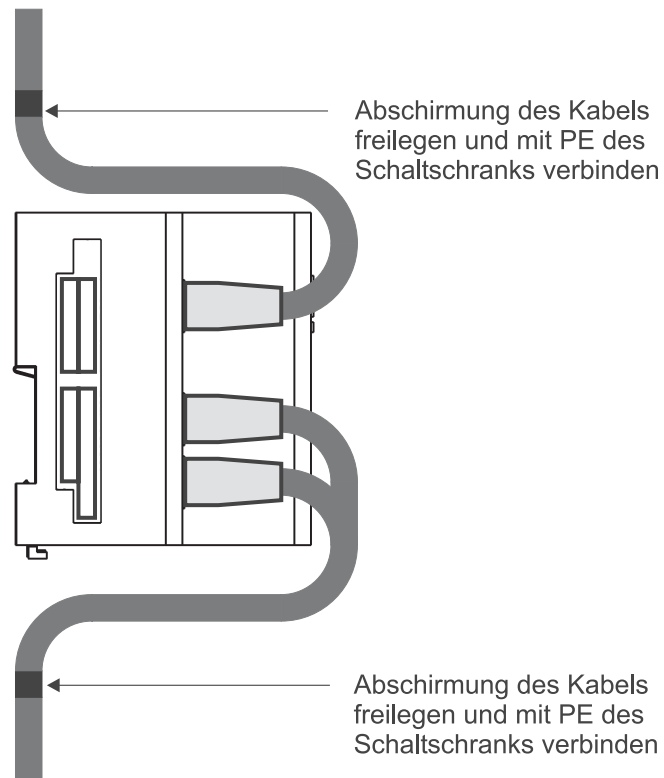

Abbildung 17: Kabelführung
- Verlegen Sie die Anschlussleitungen nach den Vorgaben in ►Abbildung 17◀. Die Abschirmung des Kabels muss zuerst freigelegt werden. Die Länge der freigelegten Abschirmung soll der Breite der Befestigungsschelle entsprechen. Das Kabel wird mit der Schelle so befestigt, dass eine Verbindung zwischen Abschirmung des Kabels und PE des Schaltschranks besteht.